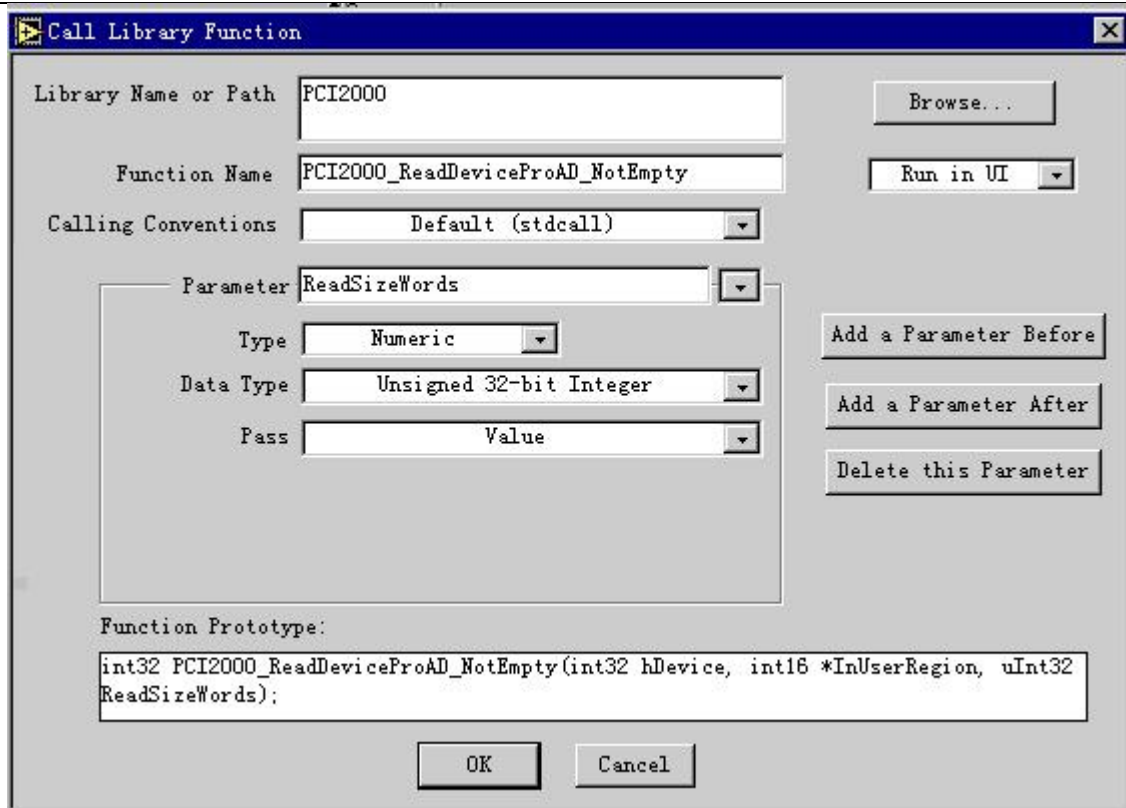

图 23 函数创建成功
- 在接着单击 Add a Parameter After 按钮, 添加该函数的最后一个参数 ReadSizeWords. 如图 23, 即该驱动接口的创建即告成功。